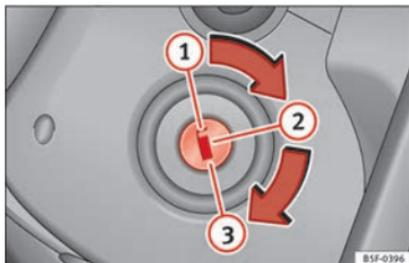

Fig. 131 Positions de la clé de contact.
Dans cette position » fig. 131 l'allumage et le moteur sont déconnectés, ce qui peut bloquer la direction.
- Amenez la clé de contact en position » fig. 131 ②. Le témoin  s'allumera en cas de préchauffage du moteur.
- Lorsque le témoin s'éteint, tournez la clé en position ③ pour lancer le moteur sans appuyer sur l'accélérateur.
– Amenez la clé de contact en position » fig. 131 ①.